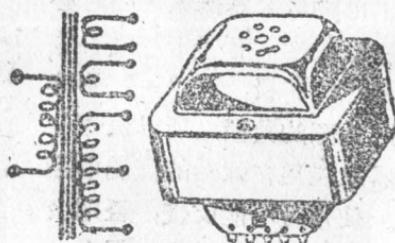

图14 电源变压器
1. 电源变压器 如图14所示。它的构造是在矽钢片所组成的铁芯上绕有四组线圈。初级线圈有引出线两条，为接110伏电源之用；以欧姆表测量，有比较低的电阻（即比高压线圈低）。